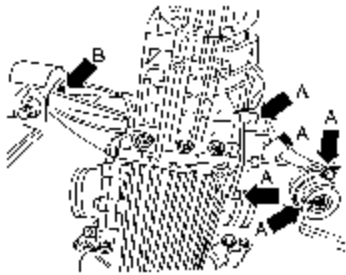

图 9-32 变速器支座
(12) 将带有橡胶金属支承的右变速器支座从变速器中旋出，左变速器支座从橡胶金属支承外旋出，如图 9-32 箭头所示。